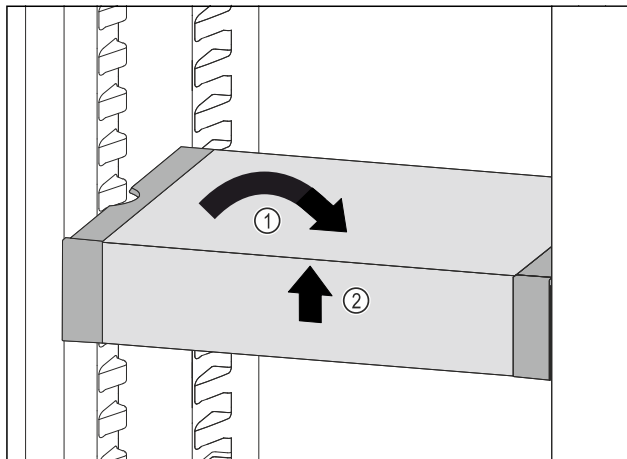

Fig. 99
- ▶ Poziționați drept VarioSafe. Fig. 99 (1)
- ▶ Ridicați în față VarioSafe. Fig. 99 (2)